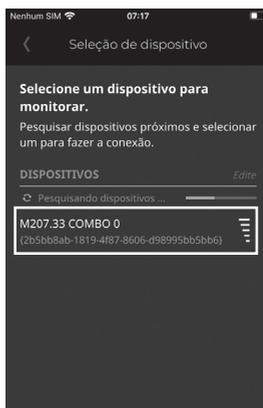

Figura 7B - Tela conexão bluetooth
6. Clique no dispositivo encontrado, similar ao exemplo da Figura 7B para conectar-se ao VFD BC-92 N.